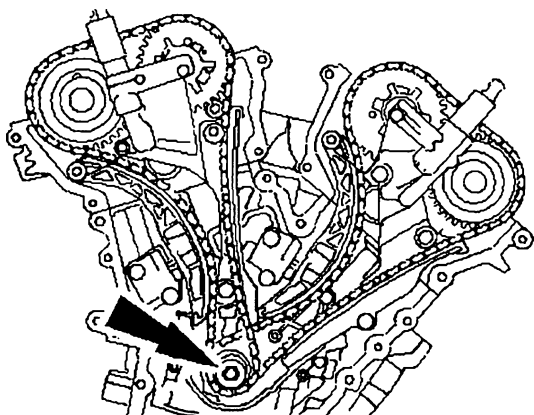

图 11-2 安装曲轴带轮固定螺栓和垫圈
- 4) 安装曲轴带轮固定螺栓和垫圈, 如图 11-2 所示。